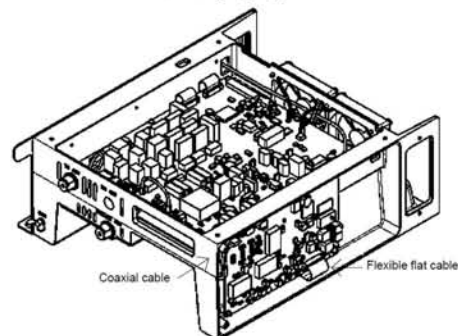

図4 [Fig.4]
2) フレキシブルケーブルをコネクタ(J520)から外します。次に、同軸ケーブル2本(J101とJ102)をコネクタから外します。(図4)
Remove the flexible flat cable from the connector (J520), and then remove the two coaxial cables from each connector (J101 and J102). [Fig.4]
3) WKR MODEM ユニートを固定している5本のビスを緩め、WKR MODEM ユニートを取り外します。(図4)
Loosen the screws (five places) fixing the WKR MODEM unit, and then remove the WKR MODEM unit. [Fig.4]